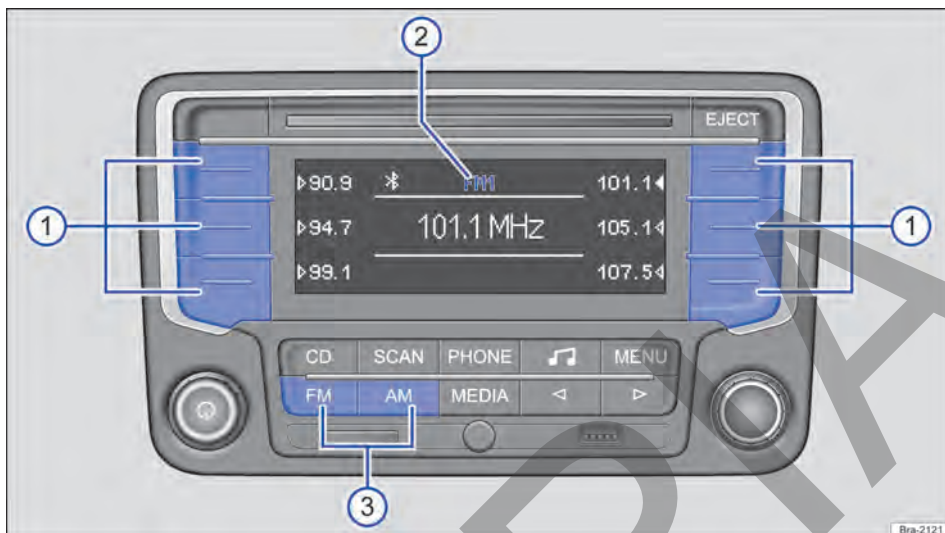

Fig. 128 Seleccione la banda de frecuencia y el nivel de memoria.
Pulse la tecla del equipo **FM** o **AM** → fig. 128 ③ hasta que se muestre el nivel de memoria deseado → fig. 128 ②.
Al cambiar los niveles de memoria, las frecuencias de las emisoras de radio memorizadas se muestran al lado de las teclas de presintonía fig. 128 ①.